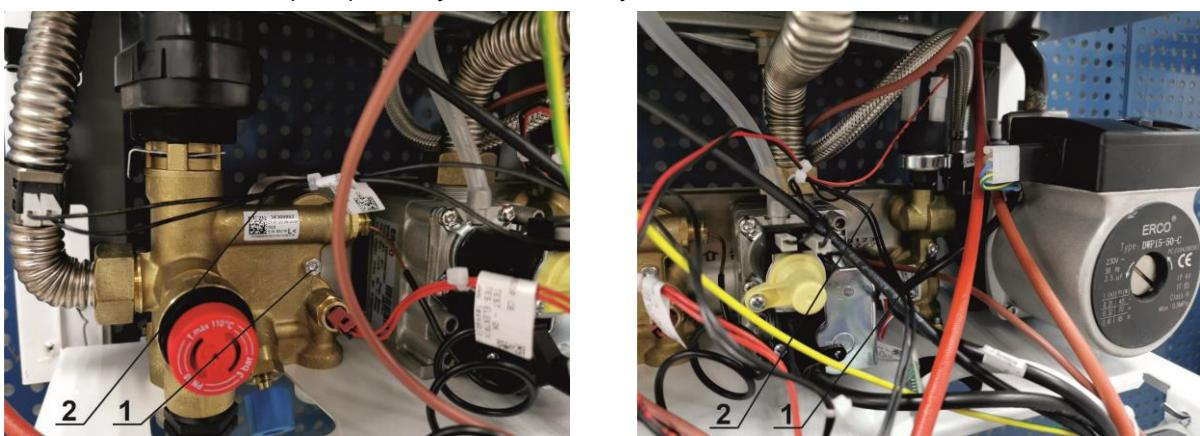

Рис. 22. Демонтаж вторичного теплообменника
- 4) отвернуть два винта 1 (см. Рис. 22) крепления теплообменника к узлам гидрогруппы;